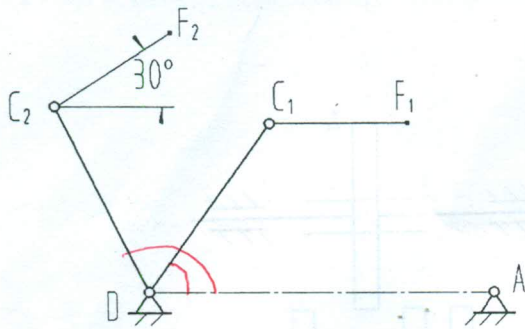

图 3
在图 3 所示的铰链四杆机构中, 连架杆 AB 是原动件, 当摇杆 CD 从  $C_1D$  转到  $C_2D$  时, 连杆 BC 上的点 F 从  $F_1$  移动到  $F_2$ , 如图 3 所示, 摇杆  $C_1D$  为其中一个
- 极限位置。已知  $l_{AD}=40\text{mm}$ ,  $l_{CD}=30\text{mm}$ ,  $l_{CF}=20\text{mm}$ ,  $\angle C_1DA=55^\circ$ ,  $\angle C_2DA=115^\circ$ ,  $C_1F_1$  沿水平方向,  $C_2F_2$  与水平方向夹角  $30^\circ$  (如图 3 示), 试: